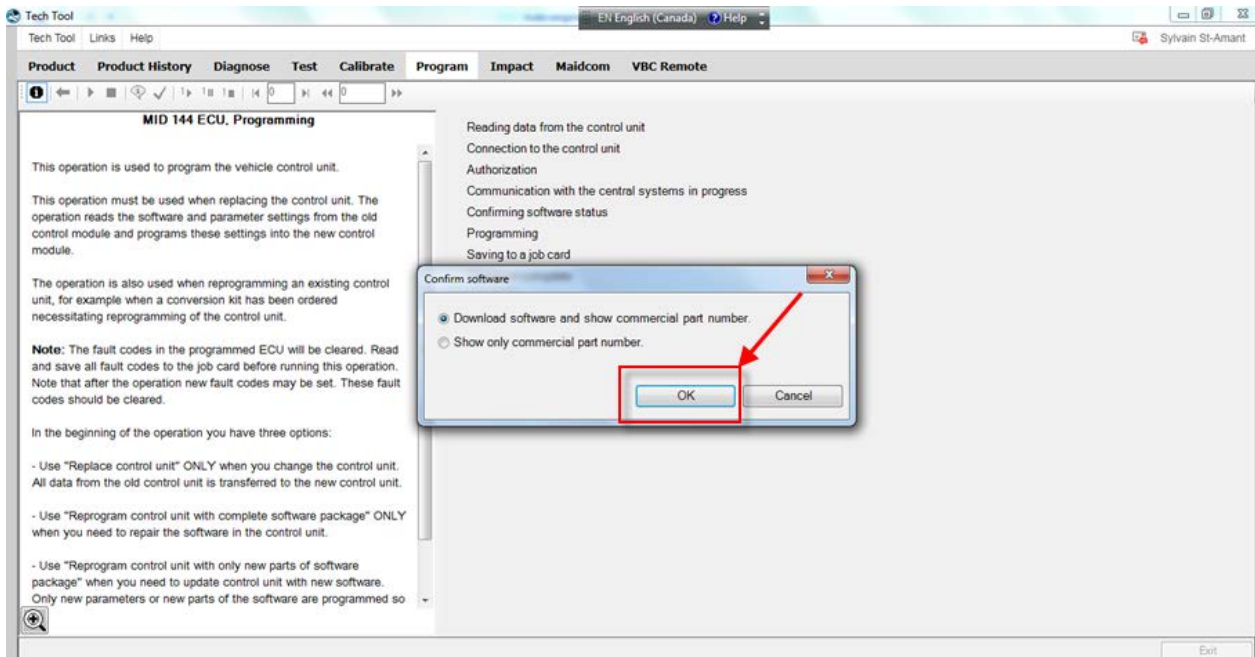

FIGURE 21
3. Cliquez sur OK (FIGURE 21).